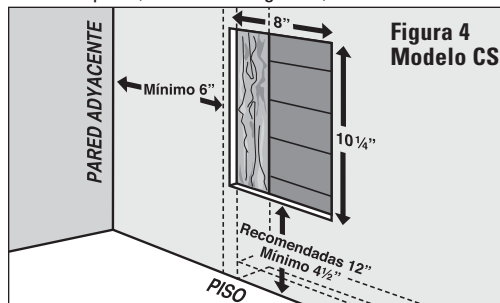
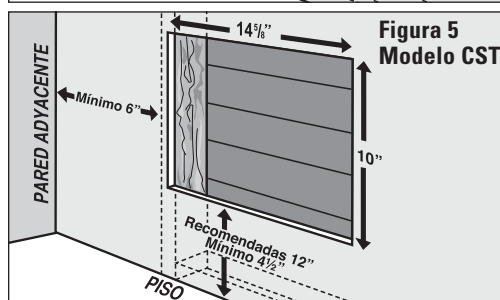

Figura 4
Figura 5
La serie CS requiere una distancia MÍNIMA de 6 pulgadas desde las superficies adyacentes y de 4 ½ pulgadas desde el piso (consulte la figura 4); la serie CST REQUIERE UNA DISTANCIA MÍNIMA de 6 pulgadas desde las superficies adyacentes y de 4 ½ pulgadas desde el piso (consulte la figura 5). Sin embargo, Cadet recomienda 12 pulgadas de distancia desde todas las superficies adyacentes y 12 pulgadas por sobre el piso para una vida útil más larga y un funcionamiento más limpio. Si se instalan varios calentadores, deje al menos tres pies entre ellos.
**Modelo CS:** Corte un orificio de 8 pulgadas de ancho por 10 ¼ de alto al lado del puntal de la pared. La serie CS requiere una distancia MÍNIMA de 6 pulgadas desde las superficies adyacentes y 4 ½ pulgadas desde el piso. Sin embargo, Cadet recomienda 12 pulgadas desde todas las superficies adyacentes y 12 pulgadas desde el piso (consulte la figura 4).
**Modelo CST:** Corte un orificio de 14 5/8 pulgadas de ancho por 10 de alto al lado del puntal de la pared. La serie CST requiere una distancia MÍNIMA de 6 pulgadas desde las superficies adyacentes y 4 ½ pulgadas desde el piso. Sin embargo, Cadet recomienda 12 pulgadas desde todas las superficies adyacentes y 12 pulgadas desde el piso (consulte la figura 5).